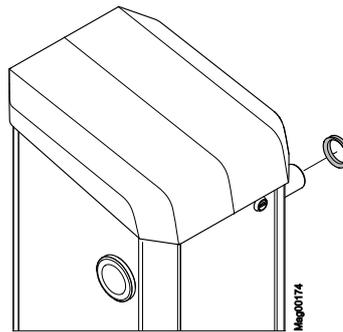

Рис. 35: Удаление V-образного кольца
15. Надеть V-образное кольцо на фланцевый вал. Уплотнительная закраина указывает на стойку шлагбаума. → См. также на странице 89, Рис. 35.